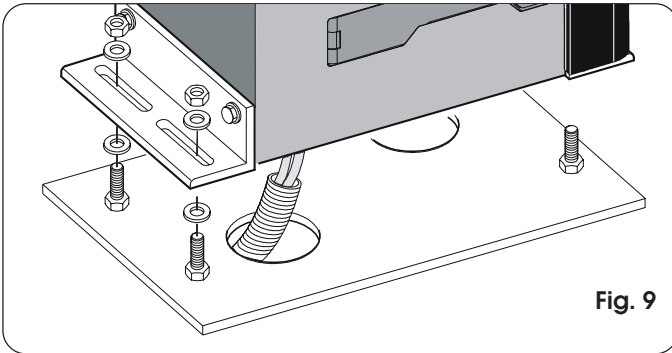
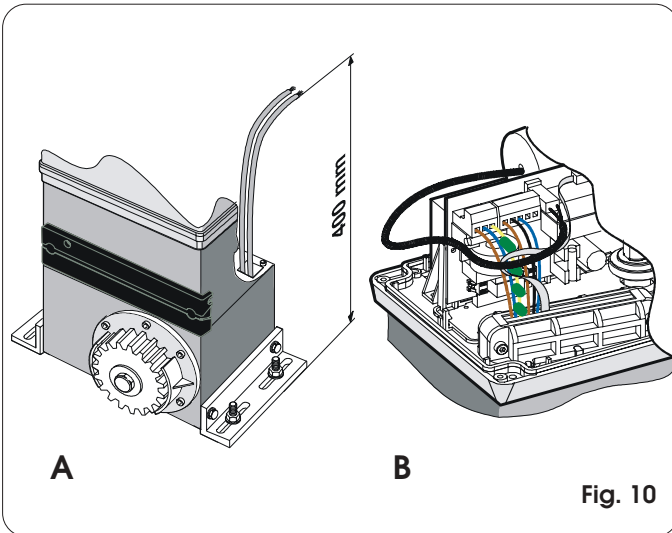

Fig. 9
Fig. 10
- 3) Coloque el operador sobre la placa, utilizando las arandelas y tuercas suministradas en dotación, como se indica en la Fig.9. Durante dicha operación haga pasar los cables a través del específico conducto situado en el semicuerpo inferior del operador (Fig.10- Ref. A). Para acceder al equipo electrónico, haga pasar los cables a través del específico orificio, utilizando para ello el sujetacables con goma suministrado en dotación. Preste especial atención a desvainar todos los cables, a fin de que el sujetacables sólo apriete los hilos (Fig.10- Ref. B).